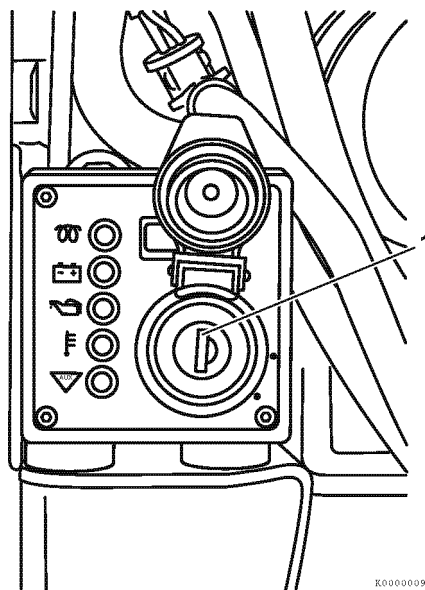
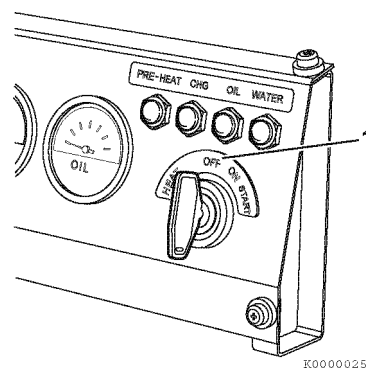

Рисунок 6
Рисунок 7
4. Поверните ключ в положение OFF (Рисунок 6, (1)) или (Рисунок 7, (1)) и выньте его из замка зажигания.